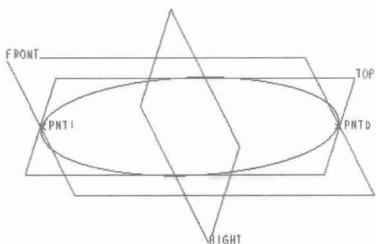

图1-32
- 在 FRONT 基准面与曲线相交处产生两个基准点，如图 1-32 所示。